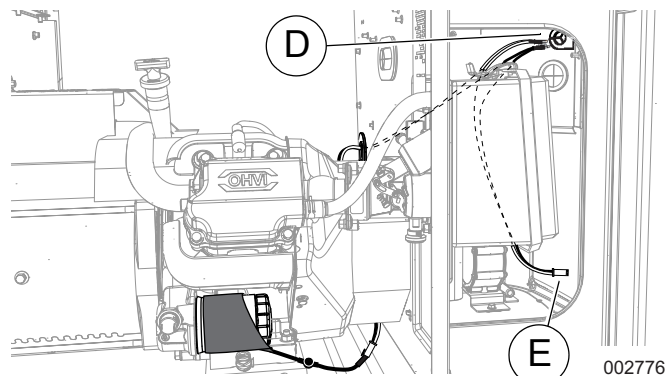

Figura 5. Cables conductores a la conexión del cliente (9 kW)
5. Vea la **Figura 5**. Pase los cables conectores a través del ojal protector del tablero de conexiones del cliente (D). Si el zócalo vacío del amés en Y (E) no se conectará a un calentador de batería, enrolle los cables y fíjelos con un amarre de cables de plástico. Fije todos los cables con amarres de cables de plástico separados 0,5 in. (1 cm) como mínimo de las mangueras de combustible.